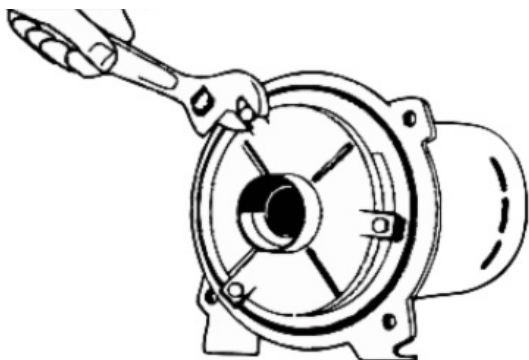

Figure 19 : Retirer la plaque du diffuseur
4. Retirez les boulons de la plaque du diffuseur et détachez le diffuseur (figure 19). Lors du remplacement du diffuseur, utilisez trois cales de 0,010 po d'épaisseur espacées de manière égale entre l'œil de la impulseur et le diffuseur pour éviter que la impulseur ne frotte le diffuseur et ne se coince.